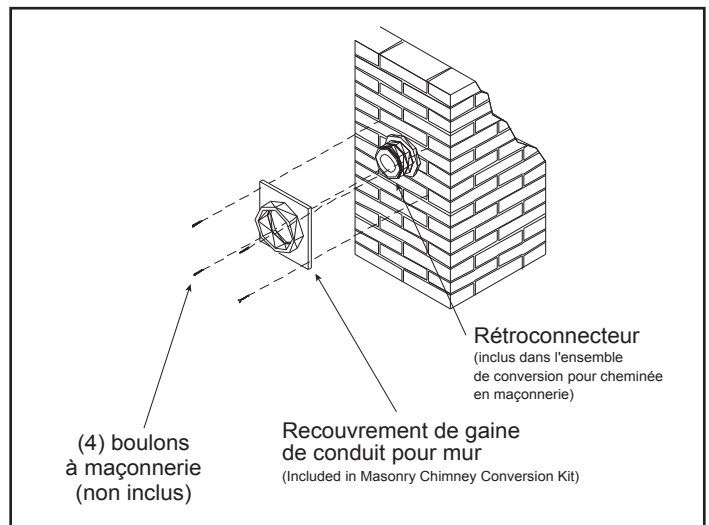

Figure 4.30
- Glissez la gaine de conduit sur le rétroconnecteur et fixez-la en place avec des boulons de maçonnerie. Voir la Figure 4.30. Si un mur en bois doté d'une charpente de bois recouvrant la maçonnerie, utilisez des vis à bois pour fixer le couvercle de la gaine du conduit au mur, par-dessus le rétroconnecteur et dans l'ouverture carrée de 254 mm (10 po). Si nécessaire, ajoutez une section directe de conduit d'évacuation au rétroconnecteur pour le prolonger et passer par l'ouverture du couvercle de la gaine de conduit.